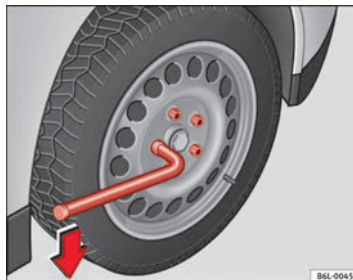

Fig. 137 Substituição de pneu: desapertar os parafusos da roda
- Pegue na chave pela sua extremidade e rode o parafuso cerca de uma volta para a **esquerda** ⇒ Fig. 137.